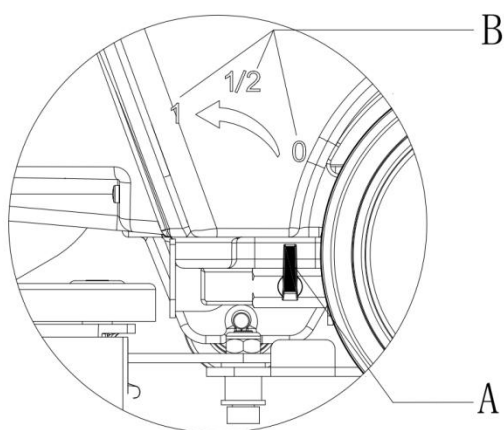

Figura 7
O interruptor power (45) deve estar na posição OFF "0" antes de ajustar o botão da válvula (A, Figura 7).
Ajuste o botão da válvula para regular o volume do fluxo de água com base na necessidade. B da Figura 7 mostra o volume do fluxo de água.